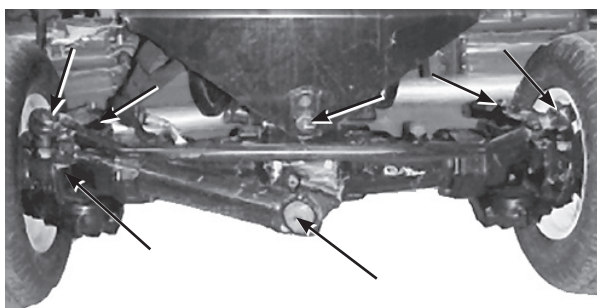

図 38
- 後アクスルのタイ・ロッド (2ヶ所)、ステアリング・シリンダのボール・ジョイント (2ヶ所)、後アクスルのピボット (1ヶ所) (図38)。